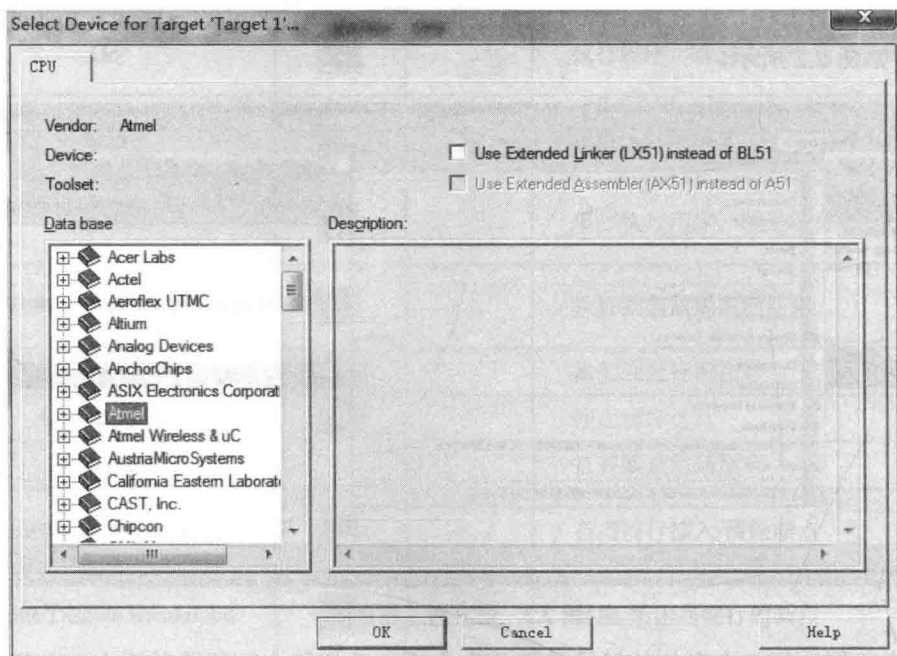
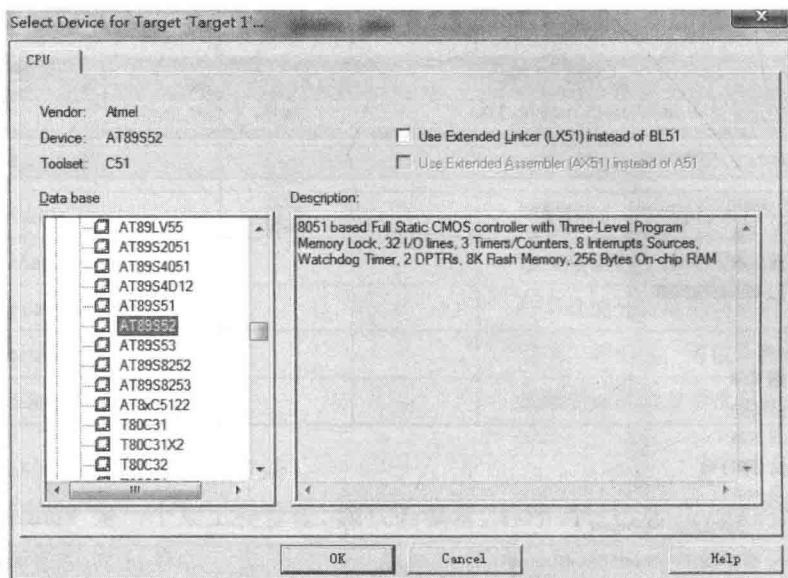

图 2.4 选择目标 CPU 界面
图 2.5 选择 MCU 型号界面
③ 为工程选择目标设备。如图 2.4 所示，这个对话框要求选择目标 CPU (即所用芯片的型号)。Keil 支持的 CPU 很多，以选择 Atmel 公司的 AT89S52 芯片为例。点击“ATMEL”前面的“+”号，展开该层，点击其中的“AT89S52”，如图 2.5 所示，然后再点击“OK”按钮，完成选择 MCU 型号的操作。